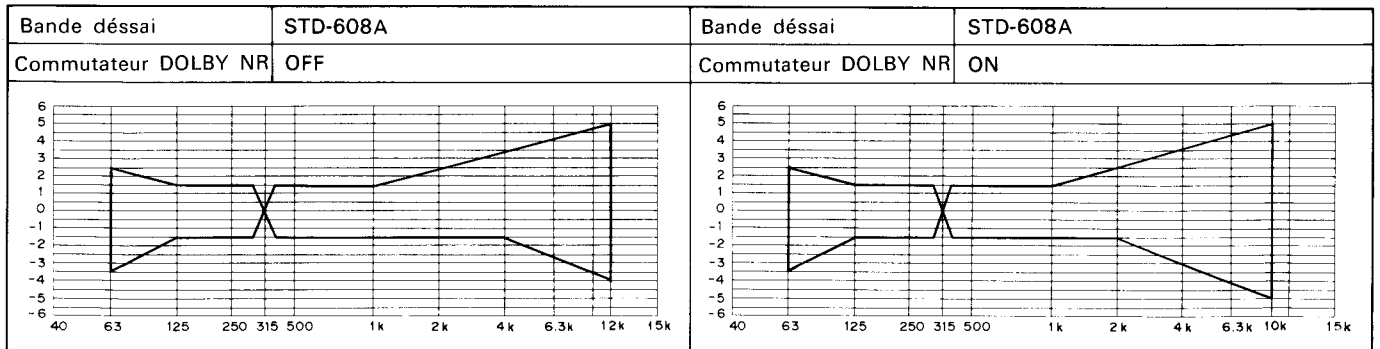

Fig. 12-8 Zone de tolérance de la réponse de fréquence d'enregistrement et de lecture (NORM)
• Changer la bande d'essai et la position du commutateur de réducteur de bruit DOLBY, et vérifier que la courbe de réponse en fréquences indiquée sur la Fig. 12-8, 9 est respectée.